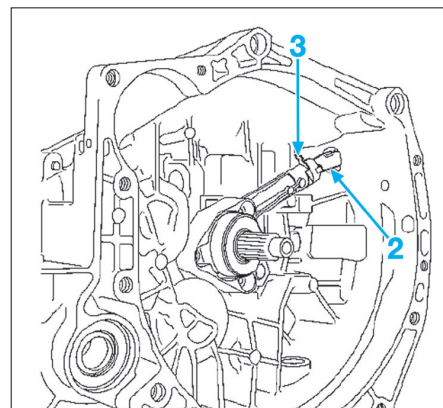

Fig. 5
- Dégager le raccord union (2) pour le cylindre secondaire d'embrayage en enlevant le clip (3) (Fig.5).